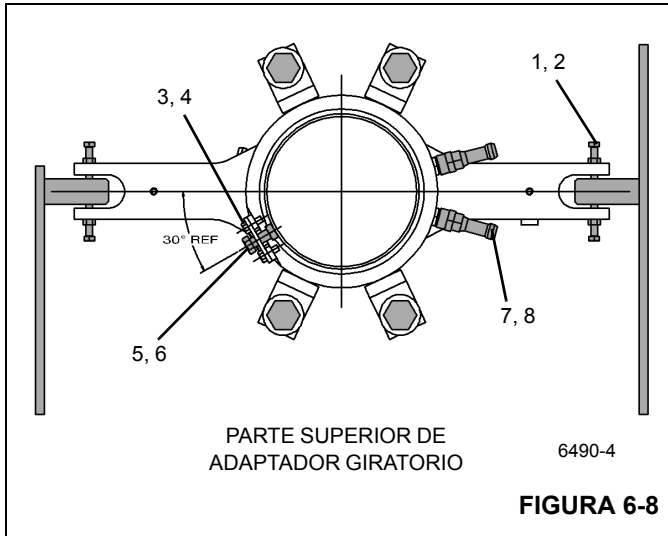

FIGURA 6-8
3. Asegure que el agujero roscado de la parte inferior de la base del adaptador giratorio eléctrico quede alineado con el agujero de montaje de la placa de la caja del adaptador giratorio de agua. Instale el perno a través del agujero de la placa e instale la contratuerca. Enrosque el perno en el agujero que está en la base del adaptador giratorio eléctrico hasta que su cabeza se encuentre a aproximadamente 0.23 pulg (6.0 mm) de la escuadra. Apriete la tuerca contra el adaptador giratorio eléctrico (Figura 6-8).